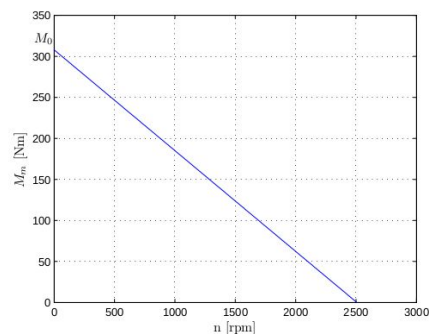

Figura 2: Curva caratteristica del motore
- determinare la legge di moto a regime dell'albero di manovella della pompa con siderando come curva caratteristica del motore quella rappresentata in figura 2 di equazione: